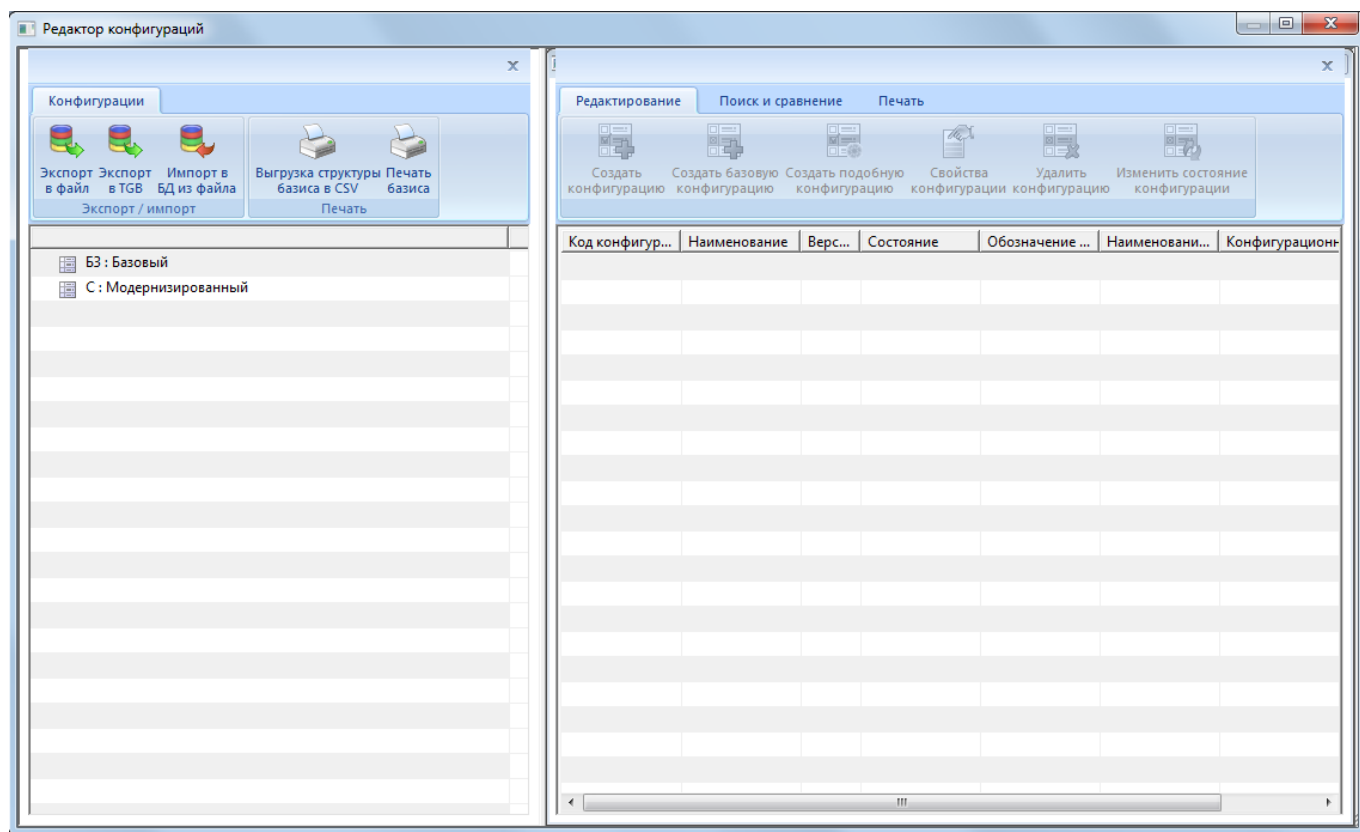

Рис. 13-69 – Главное окно редактора конфигураций
- 2) После этого откроется диалоговое окно «Редактор конфигураций» (рис. 13-69).
Редактор конфигураций состоит из двух окон (рис. 13-69):